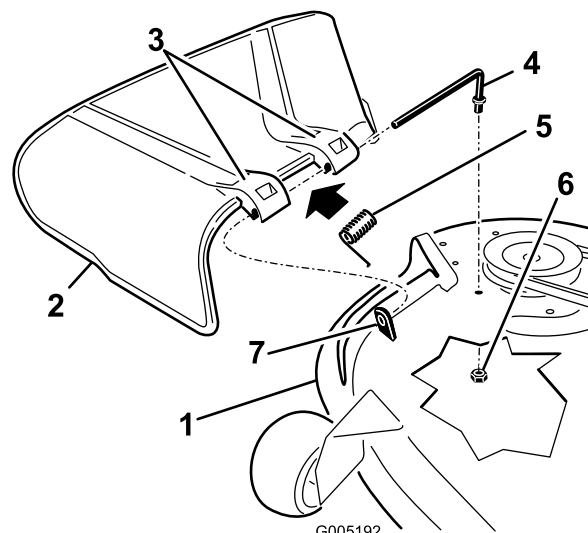

Figura 57
1. Localice los elementos mostrados en la Figura 57.
2. Retire la tuerca (9,5 mm) de la varilla (debajo del cortacésped) (Figura 57).
3. Retire la varilla del espaciador corto, del muelle y del deflector de hierba (Figura 57). Retire el deflector de hierba dañado o desgastado.
4. Vuelva a colocar el deflector de hierba (Figura 57).
6. Coloque el muelle sobre la varilla, con los extremos de los alambres hacia abajo, y entre los soportes del deflector de hierba. Deslice la varilla por el segundo soporte del deflector de hierba (Figura 57).
7. Introduzca la varilla, en la parte delantera del deflector de hierba, por el espaciador corto de la plataforma. Fije el extremo trasero de la varilla en el cortacésped con una tuerca (9,5 mm) (Figura 57).